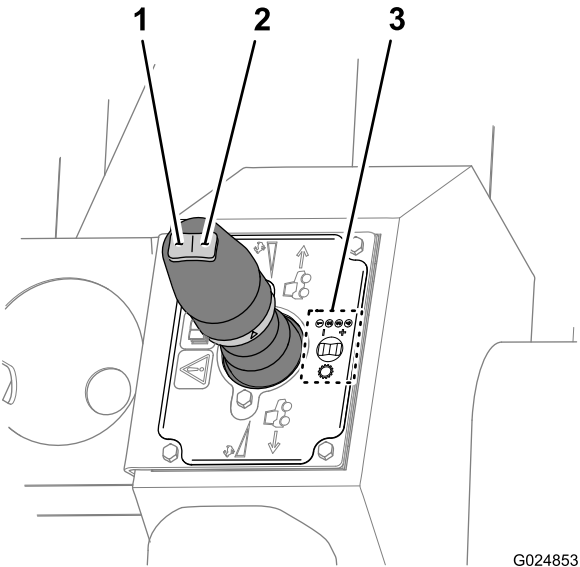

Рисунок 43
- Чтобы переключить на более высокую передачу, нажмите кнопку повышения передачи (правую) на кулисном переключателе (Рисунок 43).
- Чтобы переключить на более низкую передачу, нажмите кнопку понижения передачи (левую) на кулисном переключателе (Рисунок 43).